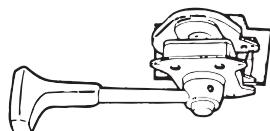

Fig. 12
- Tryck in mekanismen med spaken, se fig. 12 och placera mekanismen som i fig. 13.